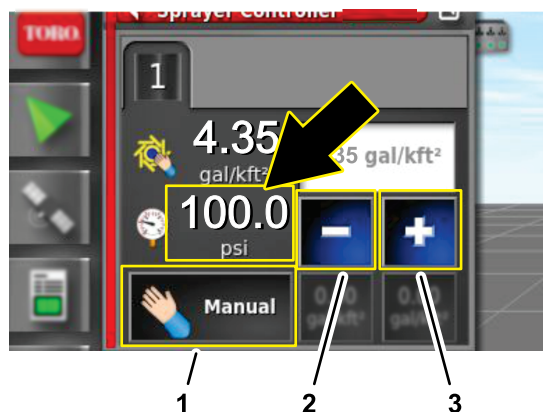

Figura 165
- Na caixa de diálogo do controlador da taxa de pulverização, pressione o ícone MODO DE CONTROLO DA TAXA até surgir o modo manual (Figura 165).
de pulverização (Figura 165) para 6,9 kPa (100 psi).